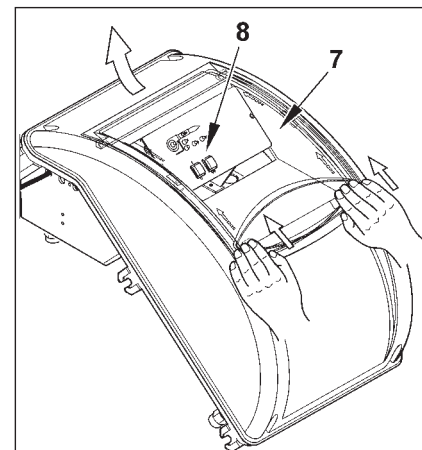

Fig. 4
- Pour refermer le couvercle du tableau électrique, visser les 4 vis (1) en exerçant un couple de serrage (1) d'environ 5 Nm pour assurer une étanchéité correcte. Maintenant, pour accéder au tableau de commande (8) décrocher la porte transparente (7), en exerçant une légère pression avec les mains en direction des flèches de la figure 4, en la faisant glisser pour une courte distance et séparer de la couvercle.